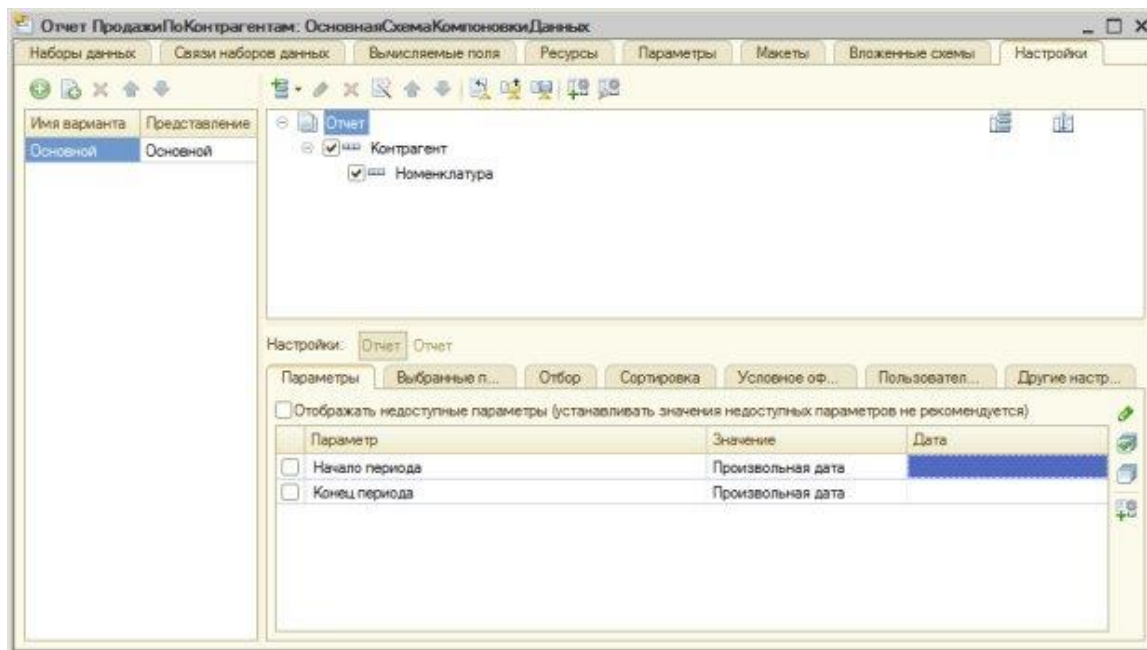

Рисунок 16.4- Вкладка Настройки окна конструктора СКД
7. В качестве поля для упорядочивания, в следующем окне конструктора, выберем поле **Контрагент**, упорядочивать будем по возрастанию. После этого нажмем **ОК** и вкладка **Настройки** окна конструктора СКД приобретет такой вид, рисунок 16.4.